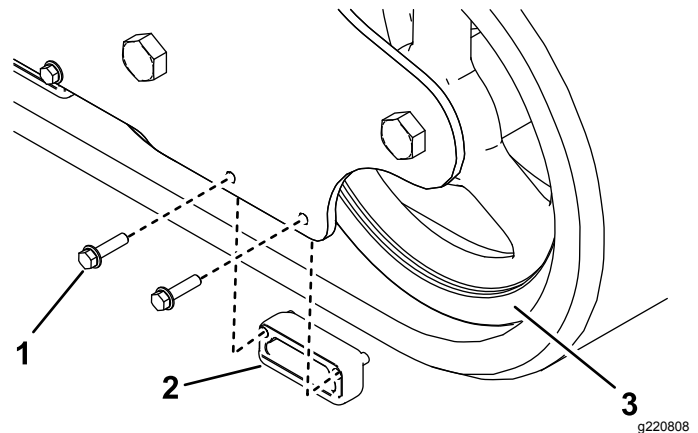

Figure 1
1. Déposez les 2 boulons existants et la cale d'usure avant extérieure (Figure 1).